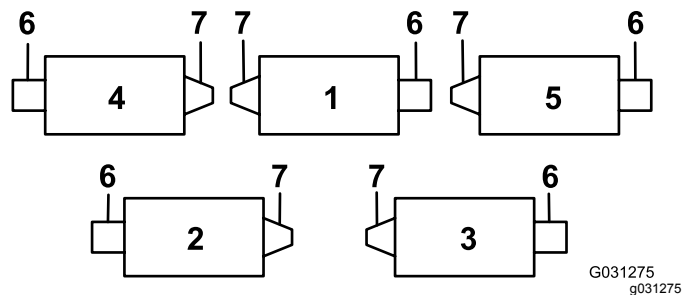
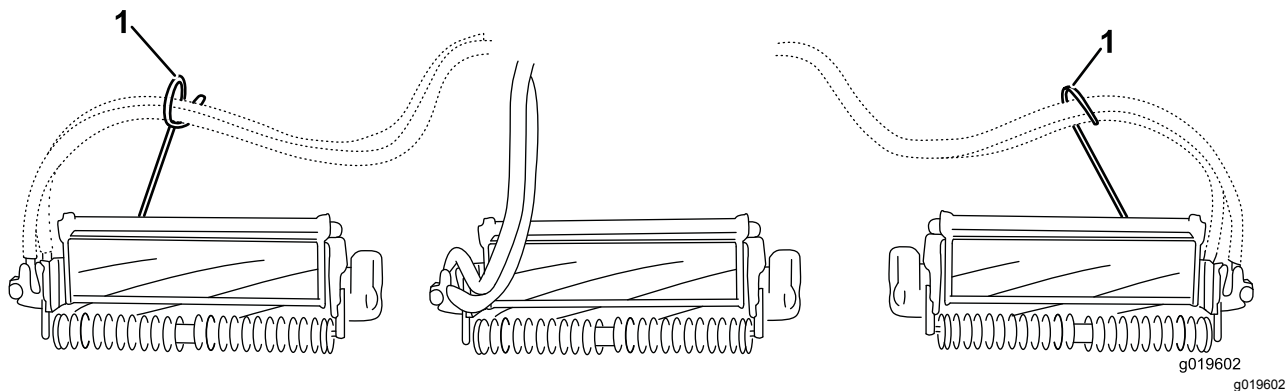
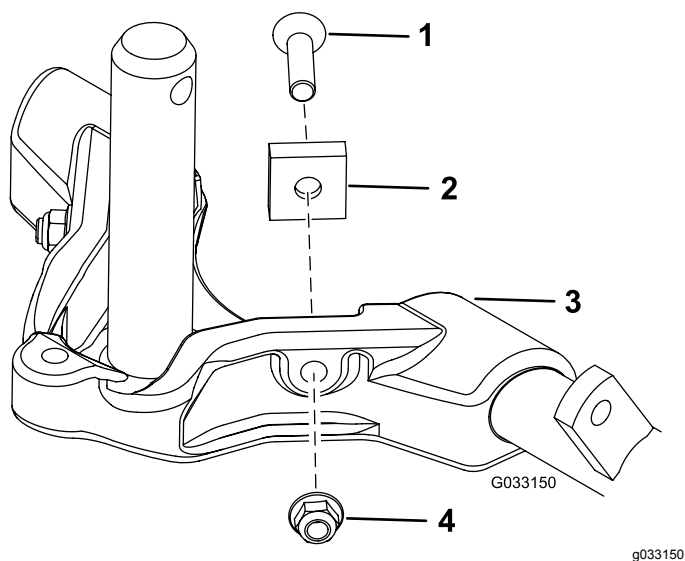

Figura 12
Figura 14
Figura 15
Importante: En la Unidad de corte 4 (delantera izquierda) y la Unidad de corte de 5 (delantera derecha), utilice las tuercas de montaje del soporte de la varilla para instalar las guías de las mangueras a la parte delantera de las pestañas de las unidades de corte. Las guías de manguera deben estar inclinadas hacia la unidad de corte central (**Figura 12 a Figura 14**).
7. Aumente el alcance de la dirección de las unidades de corte traseras retirando los 2 espaciadores de pivote, tornillos allen y contratuercas con arandela prensada (Figura 15) de los bastidores de tiro de las unidades de corte traseras (Unidades de corte 2 y 3); consulte Figura 12.